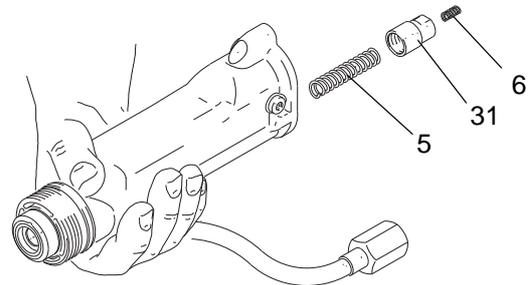
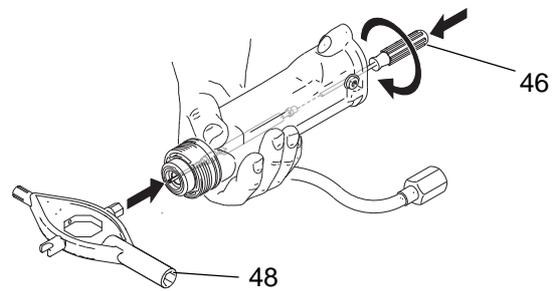

FIG. 26. Federkappe und Federn
FIG. 27. Ausbau der Materialnadel
3. Den Lauf (1) ausbauen (siehe Seite 34).
4. Die Federkappe (31) und die Feder (5) vom Pistolenlauf abnehmen. Siehe hierzu FIGURE 26.
5. Sicherstellen, dass das Sitzgehäuse (4) entfernt wurde. Den 2-mm-Schraubenschlüssel (46) von hinten in den Materialnadelsatz einführen. Das Werkzeug hineindrücken und gegen den Uhrzeigersinn ungefähr 12 ganze Umdrehungen drehen, um die Nadel herauszuschrauben.
6. Drücken Sie mit dem Außensechskantende des Kunststoff-Multifunktionswerkzeugs vorsichtig vorne am Pistolenzylinder gegen die Materialnadelkugel, bis die Materialdichtungen aus der Bohrung austreten. Siehe hierzu FIGURE 27.